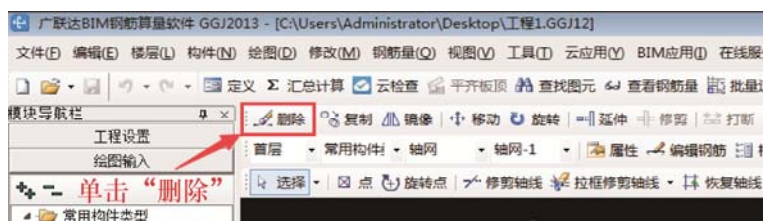

图 2-5 “删除”命令按钮
(1) 在绘图过程中，如果遇到以下问题，可以使用“删除”功能：
- ① 绘制的构件图元是错误的；
- ② 设计变更中说明取消的构件。
(2) 操作步骤如下。
- ① 在工具栏中找到并单击“删除”命令按钮，如图 2-5 所示。